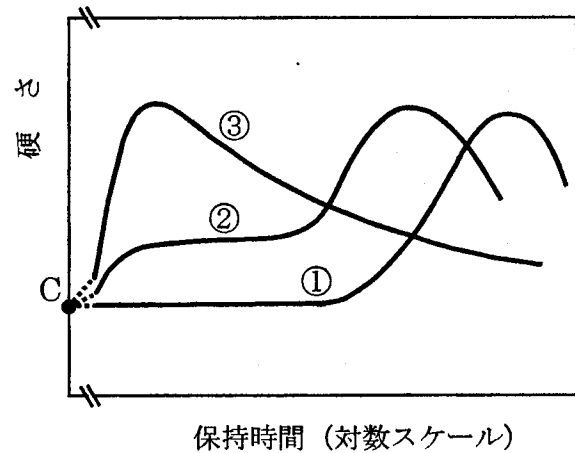

図 3-2 Al-4 mass%Cu 合金の硬さ変化
- (1) 等温保持したとき、保持時間に対する硬さ変化はどのようなになるか。図 3-2 に示す曲線①～③の中から最も適切なものを選び、番号で答えよ。
- (2) 等温保持中の合金の析出過程を示し、これと関連づけて硬さがどのように変化する理由を説明せよ。
- (3) 保持温度を 200 °C とした場合、最大硬さの値および最大硬さへの到達時間はどのように変化するか説明せよ。また、その理由も述べよ。